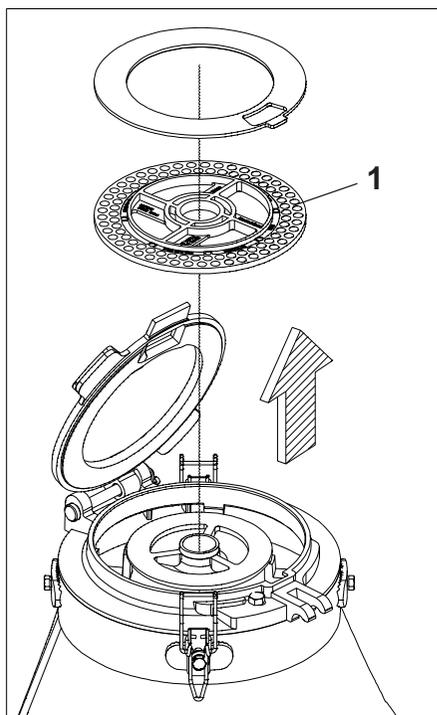

FIGURA 126
- No fim de cada dia de trabalho, recomendamos esvaziar os depósitos de semente, retirar os discos distribuidores (1) e limpá-los, **conforme mostra a figura 126.**